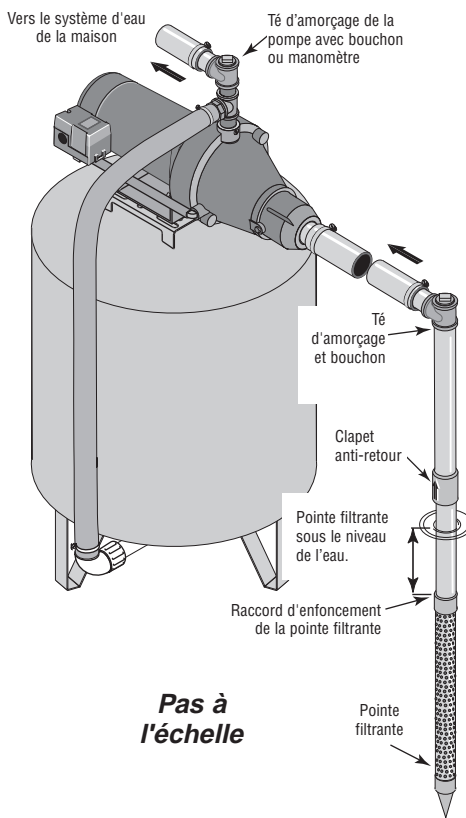

Figure 1: Installation avec une pointe filtrante
INSTALLATION DE LA POINTE FILTRANTE (Figure 1)
- 3 ° Utiliser le moins possible de raccords (en particulier des coudes) lorsque l'on branche la tuyauterie de la pointe filtrante sur l'orifice d'aspiration de la pompe. Le diamètre du tuyau d'aspiration doit être au moins aussi grand que le diamètre de l'orifice d'aspiration de la pompe (y compris le clapet anti-retour si la pompe n'en comporte pas un - voir la Figure 1). Supporter le tuyau de façon qu'il ne soit pas cintré afin qu'il n'exerce pas de contraintes sur le corps de la pompe; de plus, il doit être légèrement incliné vers le haut, du puits jusqu'à la pompe (les points hauts risquent de causer des poches et des bouchons d'air dans la pompe). Rendre étanches les raccords du tuyau d'aspiration avec du ruban téflon ou une pâte pour raccords filetés à base de téflon. Les raccords doivent être étanches à l'air et à l'eau. *Si le tuyau d'aspiration aspire de l'air, la pompe ne pompera pas l'eau du puits.* Si une pointe filtrante ne fournit pas suffisamment d'eau, considérer brancher deux ou trois pointes filtrantes sur un même tuyau d'aspiration.